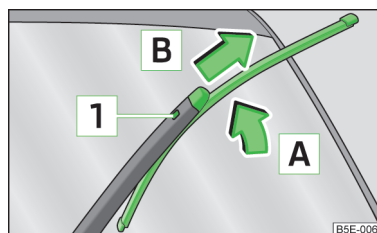

Abb. 212
- Den Scheibenwischerarm von der Scheibe anheben » Abb. 212.